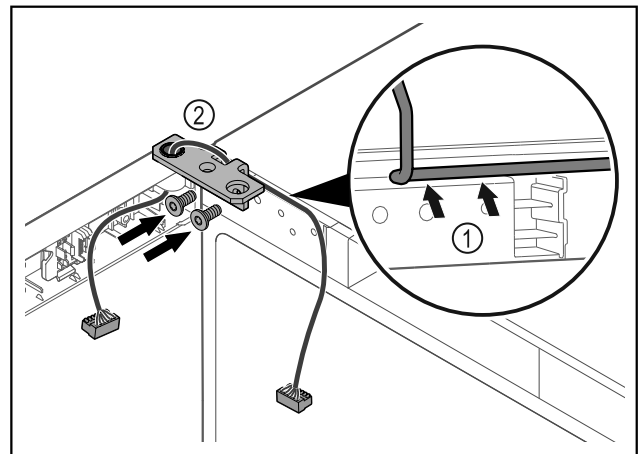

Fig. 45
- Kabel door de uitsparing van de scharnierhoek leiden en voorzichtig monteren Fig. 45 (1).
- Scharnierhoek Fig. 45 (2) vastschroeven.